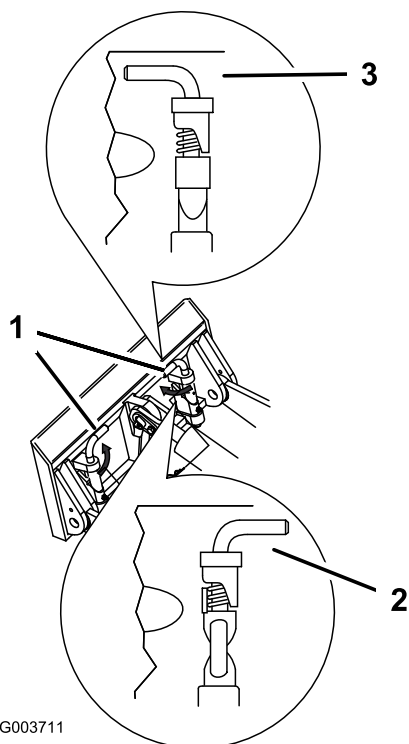

Figura 21
7. Acople los pasadores de enganche rápido, asegurándose de que están correctamente introducidos hasta el fondo en la placa de montaje (Figura 21).